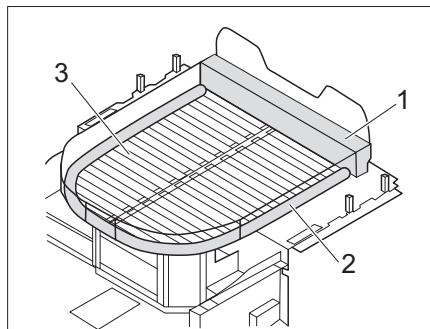

Fig. 184 Cama con extensión de colchón (con colchón adicional y somier)
- Colocar los colchones adicionales (Fig. 184,1 y 2) en la parte delantera y alrededor de la cama tamaño queen.
- Sacar el somier (Fig. 184,3).